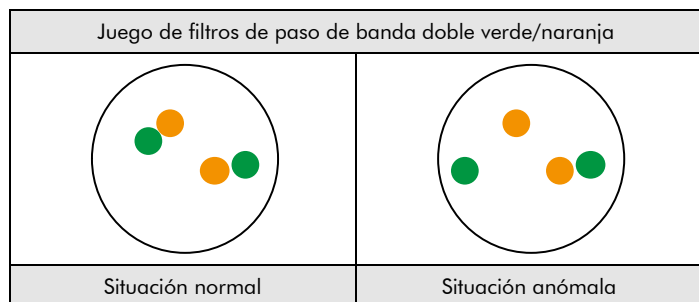

Fig. 2: Resultados previstos en núcleos normales y anómalos
**Situación normal:** En las interfases de células normales o células sin una translocación que afecte a la región del gen USP6, aparecen dos señales de fusión verdes o naranjas (ver Fig. 2).
**Situación anómala:** Una región del gen USP6 afectada por una translocación se indica mediante una señal verde independiente y una señal naranja independiente (ver Fig. 2).